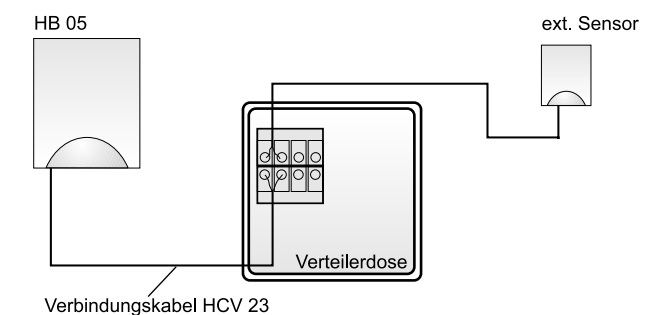

Bild 6: Installationsschema
10. Klemmen Sie die Drahtenden in der Verteilerdose zusammen (siehe Bild 6).